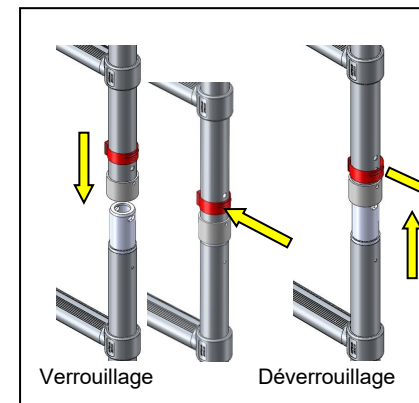
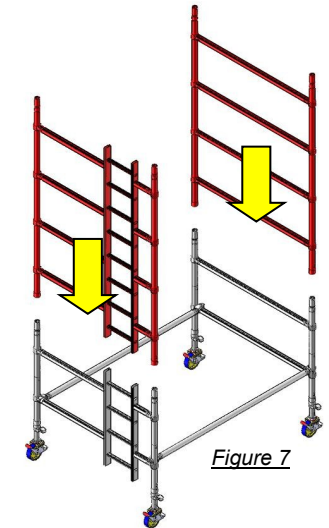

Figure 6
Figure 7
b. Vérifier que les goupilles de connexion sont bien en position déverrouillage (cf. Figure 6) sur les tubes verticaux avant d'y insérer les cadres suivants.
c. Insérer un nouveau cadre (4 barreaux) de chaque côté sur les cadres précédents (cf. Figure 7). Une fois les cadres placés, mettre les goupilles en position verrouillage (cf. Figure 6).